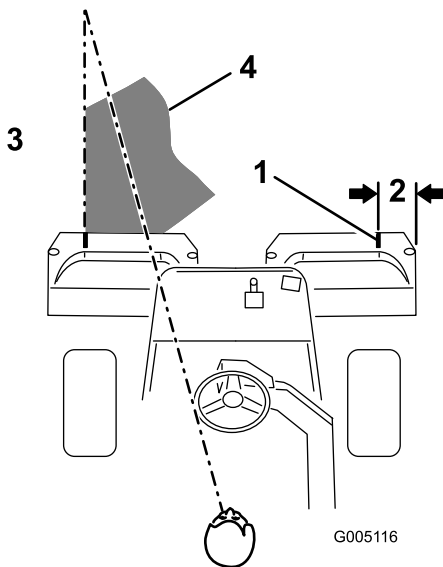

Figura 23
**Notă:** Pentru a ajuta la menținerea unei linii drepte de-a lungul zonei verzi și menținerea mainii la o distanță egală de marginea tăieturii anterioare, imaginați-vă o linie vizuală cu aproximativ 1,8 până la 3 m înaintea mainii până la marginea porțiunii netăiate a zonei verzi (Figura 23). Includeți marginea exterioară a volanului ca parte a liniei vizuale; adică în marginea volanului aliniată cu un punct care este menținut întotdeauna la aceeași distanță față de partea din față a mainii.